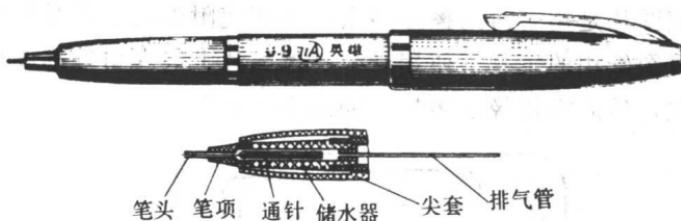

图 1-7 绘图墨水笔
(8) 绘图墨水笔：是带有吸水、储水结构的制图工具。可绘较规则的长线条，描绘非圆曲线等。可提高绘图速度，携带与使用较为方便。它有 0.3、0.6、0.9mm 等各种规格粗细不同的笔供选用。每支笔专供画一种线宽。如图 1-7 所示。